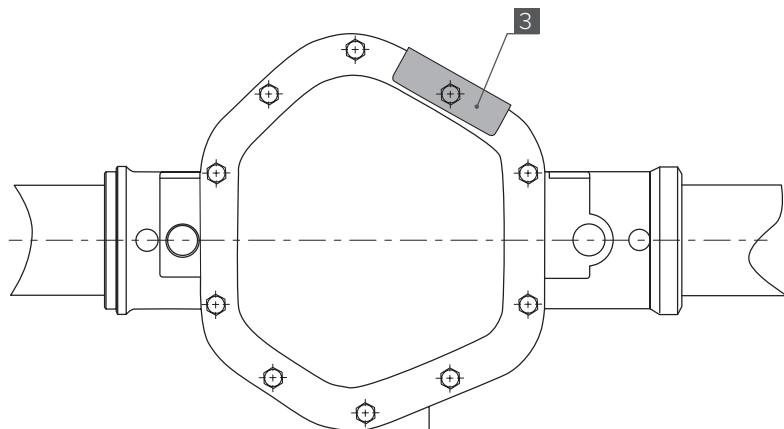

Рис. 10
12. Установите защитный кожух [3] штуцера ввода воздуха в мост под болт крепления крышки согласно Рис. 10.